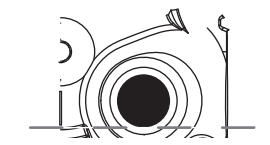
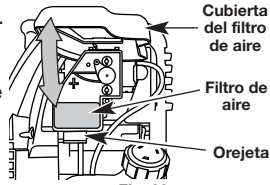

Fig. 24
Fig. 29
- La mirada en el petróleo llena hoyo, utiliza una linterna si necesitado. El petróleo debe estar tocando apenas las interiores la mayoría de los hilos (Fig. 24).
- Si el nivel de aceite no está tocando la rosca más interior del agujero de llenar aceite, añada una pequeña cantidad al agujero de llenar aceite y vuelva a comprobar (Fig. 24). Repita este procedimiento hasta que el nivel de aceite alcance la rosca más interna del agujero de llenar aceite.
NOTA: Use la botella y la boquilla que guardó del uso inicial para medir la cantidad correcta. El nivel de 90 ml (3,04 onzas) está aproximadamente en la parte superior de la etiqueta de la botella (Fig. 29). Mida el nivel con la varilla de medición. Si el nivel está bajo, agregue una pequeña cantidad de aceite y vuelva a medir (Fig. 24). No lo llene demasiado.
- Abra la tapa del filtro de aire. Empuje hacia adentro la lengüeta que está en lado inferior de la tapa. Después hale hacia afuera y arriba la tapa del filtro de aire. (Fig. 29).
- Instale de nuevo la tapa del filtro de aire. Haga coincidir las ranuras que hay en la parte superior de la tapa del filtro de aire con las lengüetas de la parte superior de la placa posterior (Fig. 29).
- Gire la tapa hacia abajo hasta que la lengüeta de la placa posterior del filtro de aire se enganche en la ranura de la tapa del filtro de aire (Fig. 29).